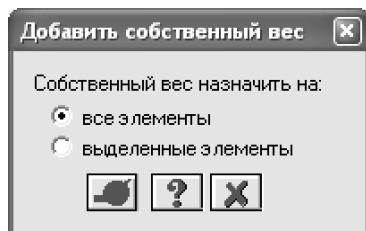

Рис.5.15. Диалоговое окно
- С помощью меню **Нагрузки** ⇒ **Добавить собственный вес** вызовите диалоговое окно **Добавить собственный вес** (рис. 5.15).